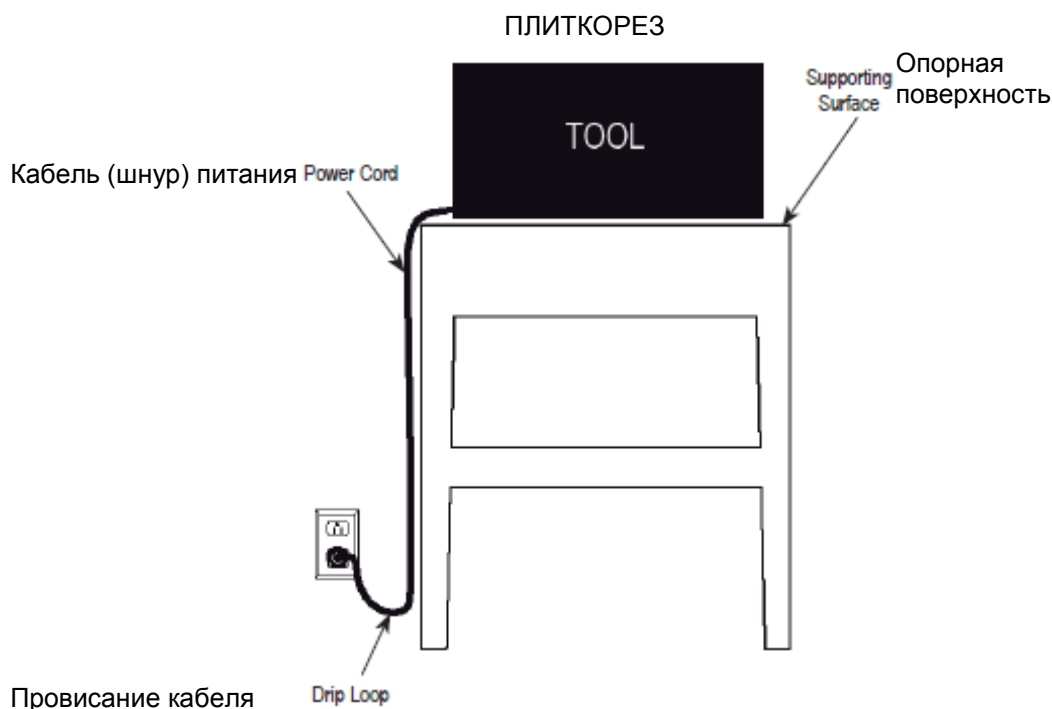

Рис. 3 Петля провисания кабеля
- Для устранения возможности попадания влаги на штепсельную вилку или розетку следует установить плиткорез на одной стороне с настенной розеткой, чтобы капли воды не могли попадать на вилку или розетку. Пользователю следует организовать «контур капель» в зоне шнура, соединяющего плиткорез с розеткой. «Контур капель» является той частью шнура питания, которая находится ниже уровня розетки или разъема, если используется удлинитель. Это необходимо для предотвращения стекания воды со шнура и ее попадания на розетку. См. Рис. 3.